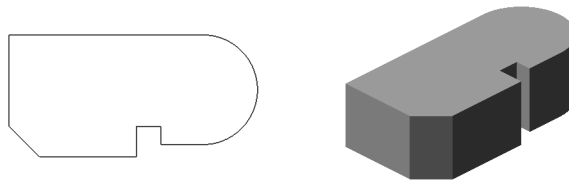

Рис. 90.3. Эскиз и элемент, образованный операцией выдавливания
- ▼ **Выдавливание** эскиза в направлении, перпендикулярном его плоскости (рис. 90.3).